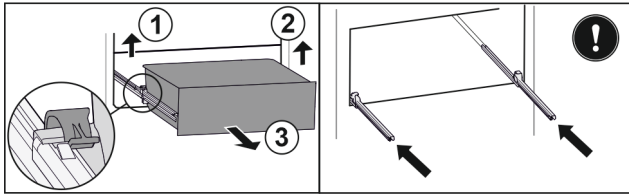

Fig. 34
- ▶ Підняти лівий затискач і одночасно висувний ящик ліворуч потягнути вперед. Fig. 34 (1)
- ▶ Підняти правий затискач і одночасно висувний ящик праворуч потягнути вперед. Fig. 34 (2)
- ▶ Вийняти висувний ящик рухом вперед. Fig. 34 (3)